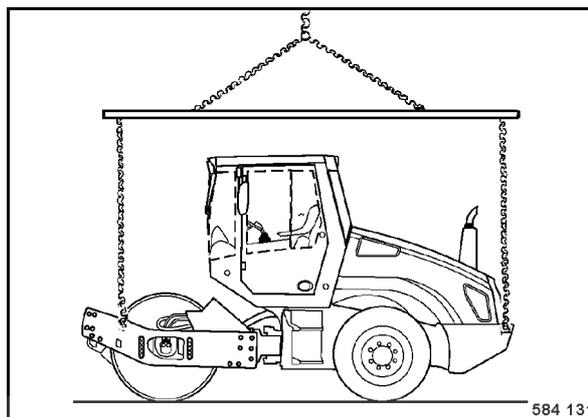

fig. 71
- Utiliser également les quatre oeillets (fig. 71) et le dispositif de levage pour soulever la machine.